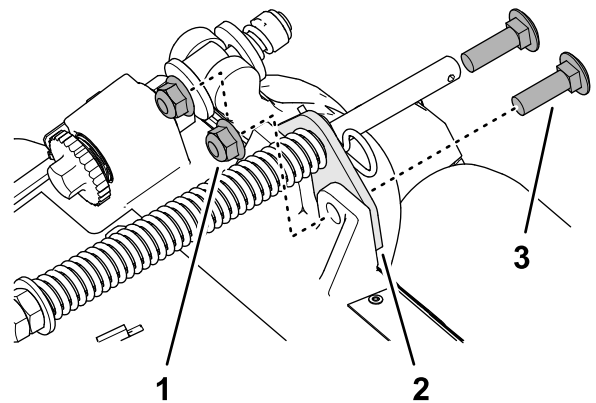

Bild 17
2. Entfernen Sie die beiden Sicherungsbundmuttern ($\frac{3}{8}$ ") und die beiden Schlossschrauben ($\frac{3}{8}$ " x $1\frac{1}{4}$ "), mit denen die Halterung der Rasenkompensierung am Rahmen des Mähwerks befestigt ist (**Bild 17**).